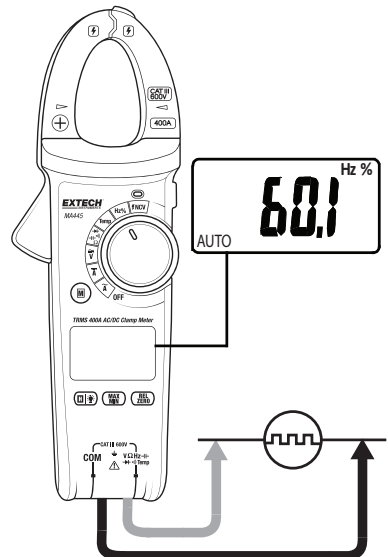

Fig. 8 – Mediciones de frecuencia
1. Inserte el conector banana del cable negro de prueba en el enchufe negativo (COM). Inserte el conector banana del cable rojo de prueba en el enchufe positivo. Ver Fig. 8.